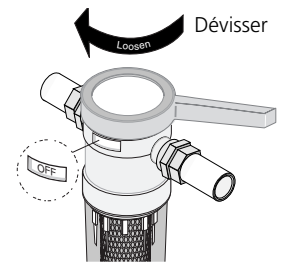

Figure 5
- Tourner la tête du filtre (avec la clé bleue livrée avec la cartouche) à droite d'environ 45 ° jusqu'à la position «OFF» (voir la Figure 5).
- Tourner à droite d'environ 45 ° le dessus du filtre (à l'aide de la clé bleue livrée avec la cartouche) (jusqu'à la position «BY-PASS»). Se reporter à la Figure 5 sous la rubrique « Comment remplacer la cartouche ».